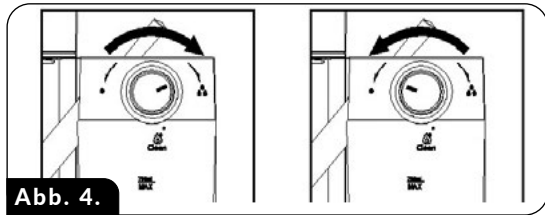

Abb. 4.
**HINWEIS!** Bevor Sie einen CAPPUCINO zubereiten, stellen Sie die Milchschaummenge nach Ihren Wünschen ein, indem Sie den Dosierknopf (23) im Uhrzeigersinn drehen, um mehr Schaum zu erhalten, oder gegen den Uhrzeigersinn, um weniger Schaum zu erhalten (Abb. 4). Die Intensität des Schaums kann auch während des Schaumprozesses eingestellt werden.
**HINWEIS!** Bevor Sie einen LATTE zubereiten, stellen Sie die Milchschaummenge nach Ihren Wünschen ein, indem Sie den Dosierknopf (23) im Uhrzeigersinn drehen, um mehr Schaum zu erhalten, oder gegen den Uhrzeigersinn, um weniger Schaum zu erhalten (Abb. 4). Die Intensität des Schaums kann auch während des Schaumprozesses eingestellt werden.
1. Den ausgewählten Siebeinsatz (13) in den Siebträger (10) einsetzen, mit Kaffee füllen und den Siebträger in die Kaffeemaschine einsetzen.
2. Überprüfen Sie, ob im Wasserbehälter (15) genügend Wasser und im Milchbehälter (19) genügend Milch vorhanden ist.